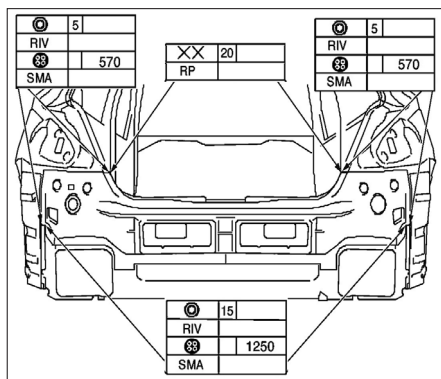

FIG. 107
- Ajuster le panneau extérieur puis percer les trous de rivetage (**fig. 107**).